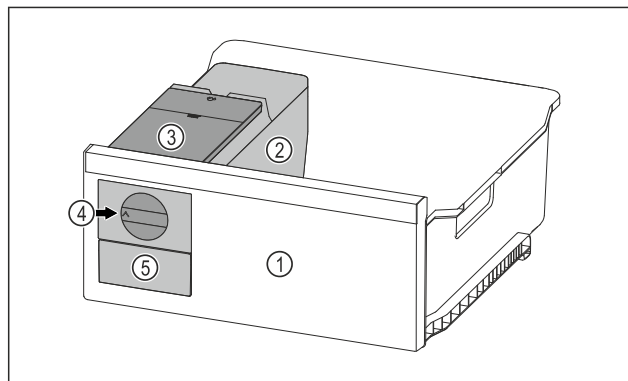

Fig. 179 Primjer izgleda
- Okrenite okretni gumb Fig. 179 (4) u smjeru kazaljki na satu do graničnika.
- Kockice leda padaju iz posude za kockice leda u ladicu za kockice leda Fig. 179 (5).